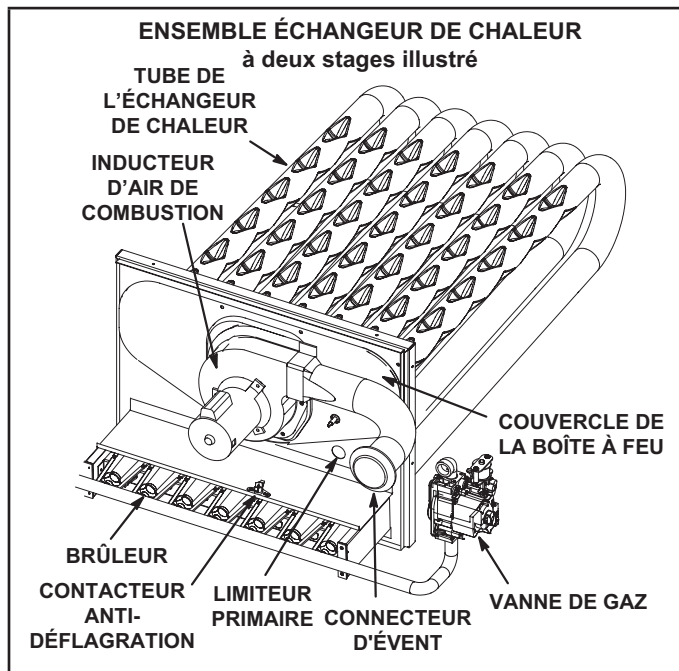

FIGURE 39
- 4 - Retirer et conserver les vis fixant l'inducteur d'air de combustion sur la boîte à feu. Retirer le connecteur d'évent. Voir la FIGURE 39.